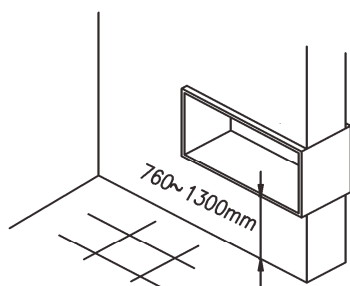

Fig. 12
- Asegure el marco de madera en la apertura.(Fig. 12)